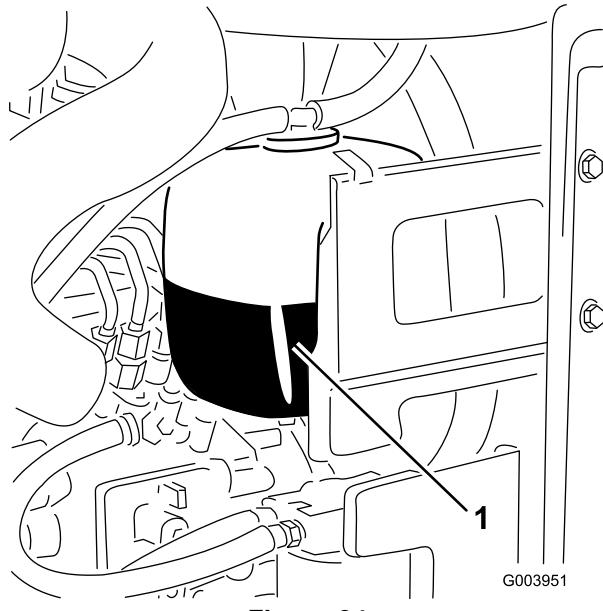

Figura 34
- Compruebe el nivel de refrigerante en el depósito de expansión (Figura 34).